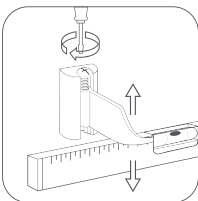

рис. 3
**!** *Для того, чтобы идеально ровно смонтировать радиатор на стену, используйте оригинальные регулируемые кронштейны Royal Thermo (рис. 3).*